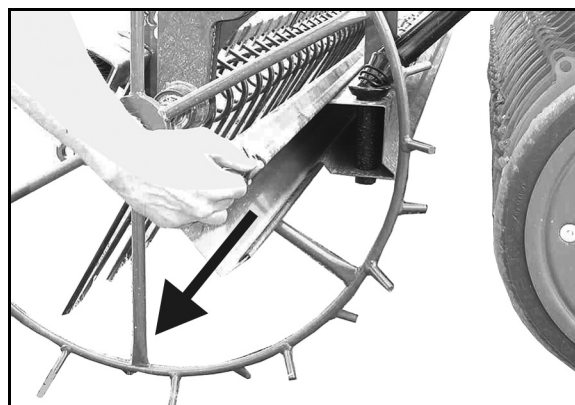

Fig. 35
- o Placera vridprovstrågen och vridprovsveven i transportläge (Fig. 35 / Fig. 38).